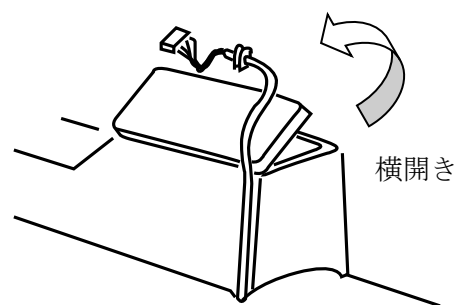

図10-4
④コンソールボックスの蓋が横開きの場合は、蓋の支持側の方からケーブルを出す。(図10-4)